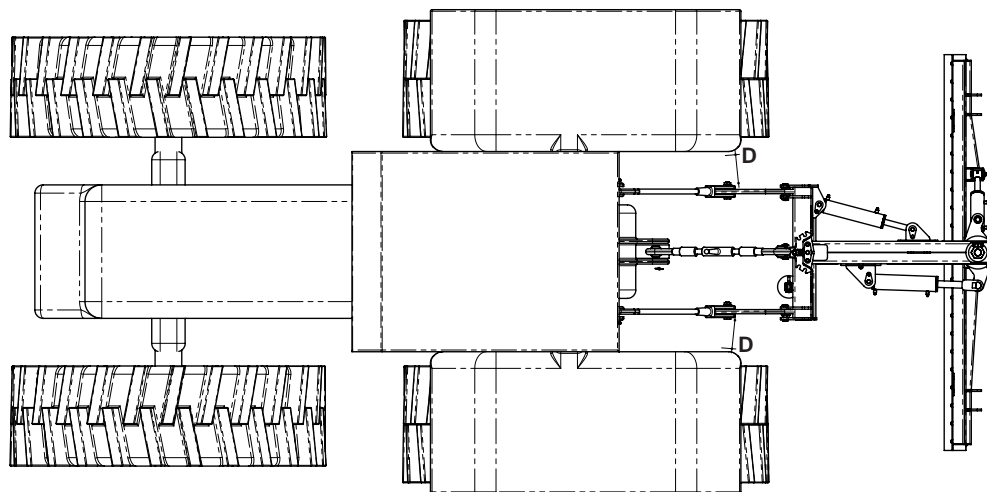

FIGURA 25
- Alinhar o engate superior da plaina com o 3º ponto do trator; verificando se as distâncias "D" dos braços inferiores do hidráulico são iguais em relação aos pneus do trator conforme figura 25. Os braços inferiores devem estar nivelados um com outro.